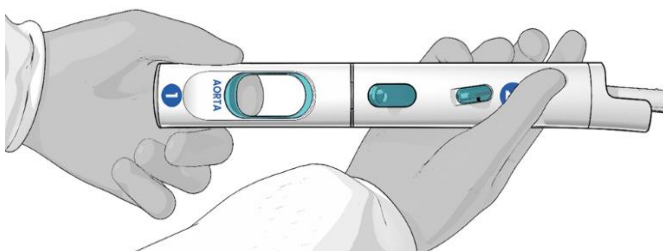
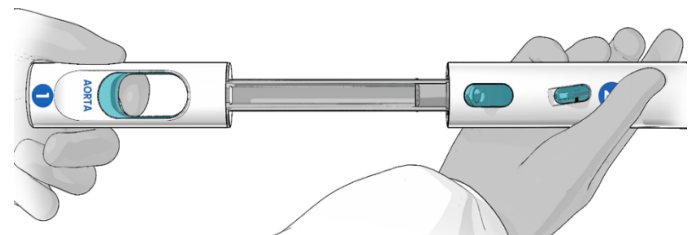
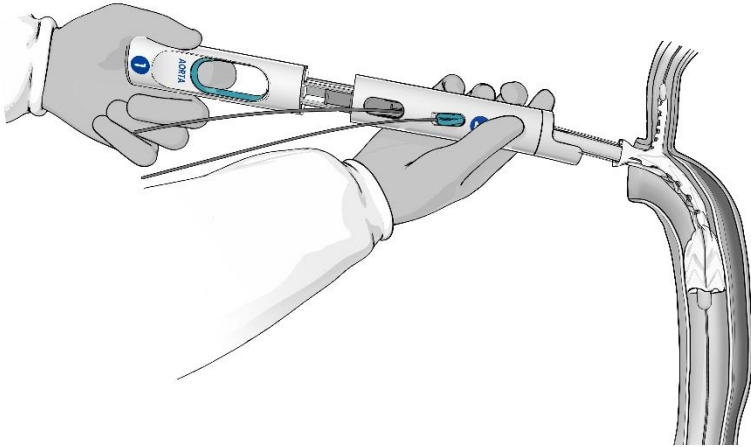

Abbildung 11A. Betätigen des Aortenauslösers
Abbildung 11B. Zurückziehen des Handgriffs bis zum Anschlag
Abbildung 12. Freisetzen des Arcevo™ LSA-Implantats in der durchtrennten Aorta nach der Positionierung
11.4.3 Den Aortenstentgraft freisetzen, indem zuerst der Auslöser bestätigt wird (**Abbildung 11A**), dann den Handgriff zurückziehen (**Abbildung 11B**), bis das Einführsystem einrastet, der Patch sich öffnet und den Stentgraft freisetzt (**Abbildung 12**).